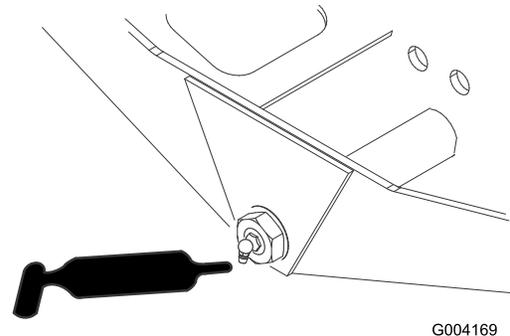

Рисунок 51
- Ось поворота моста (1 шт.) (Рисунок 51)